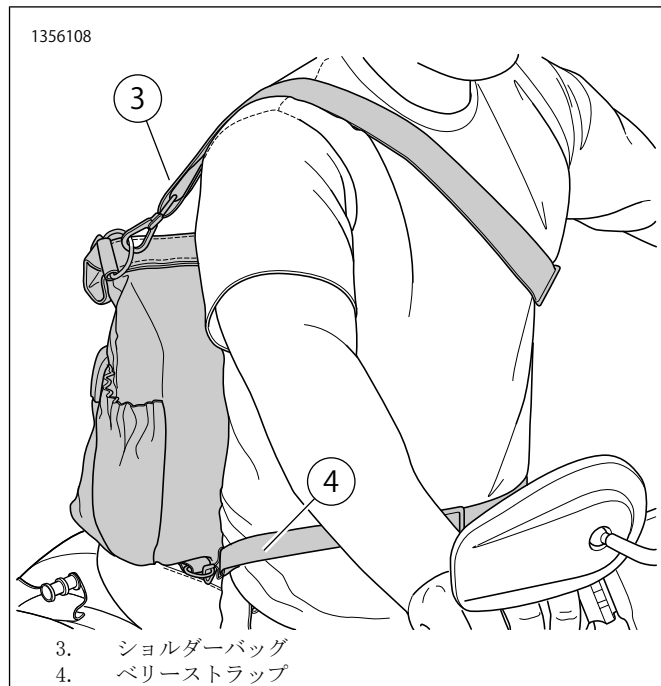

図7。メッセンジャーバッグ
1. 「図1」および「図7」を参照してください。ショルダーストラップ(3)をバッグ(1)のD-リングに取り付けます。